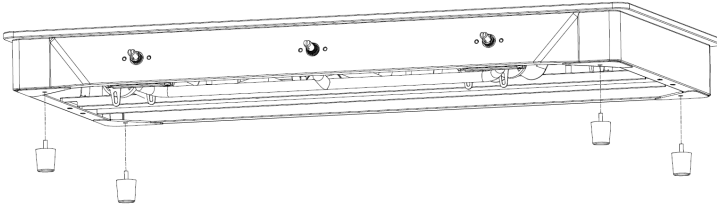

Figura 1
1. Una vez abierta la caja, fije las cuatro patas a las cuatro cantoneras, tal como se muestra en la figura 1.